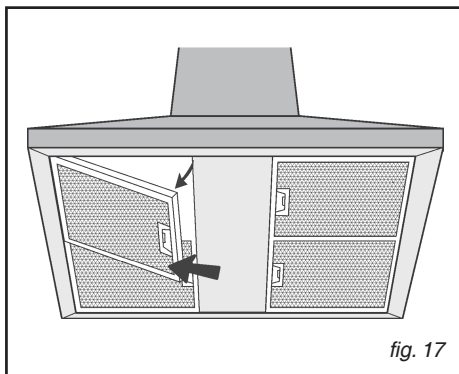

fig. 17
### • Démontage des filtres à graisse (fig.17)
- Enlever les filtre à graisse (Fig. 17): à l'aide de la poignée, pousser l'arrêt vers l'intérieur et tirer le filtre vers le bas.
- Pour extraire les filtres à charbon (A), déposer les blocages filtres M.